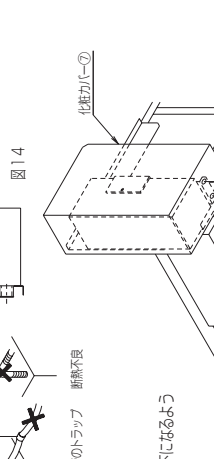

図14
- ドレンアップメカ本体の排水口と、硬質塩ビパイプVP20 (単手配) を塩化ビニル樹脂にて被覆し、確実に水漏れの無いよう接続してください。...図14
- 接続部はシーリングテープ⑭を巻き付けてください。...図14